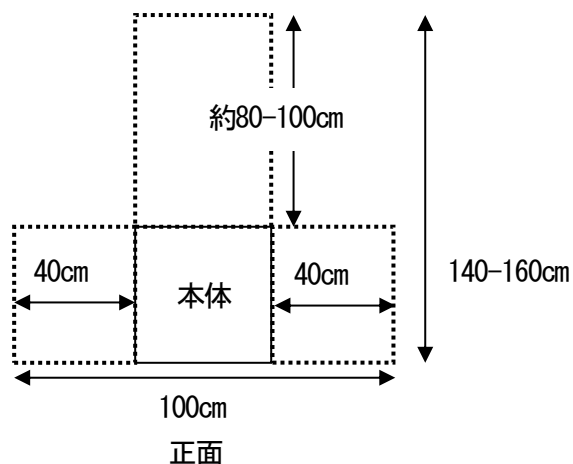

図1 メンテナンススペース
- ①ピュアキレイザーの定期的なメンテナンスのため、装置両側には図1のメンテナンススペースを設けてください。
- ②ピュアキレイザー背面にはバルブを含めた配管が必要です。